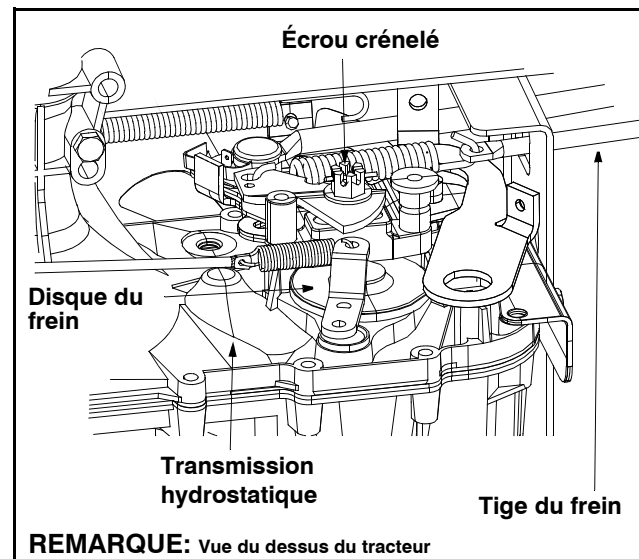

Figure 19
- Placez-vous sur la droite du tracteur et repérez le ressort de compression et le disque du frein sur la transmission. Voir la Figure 19.